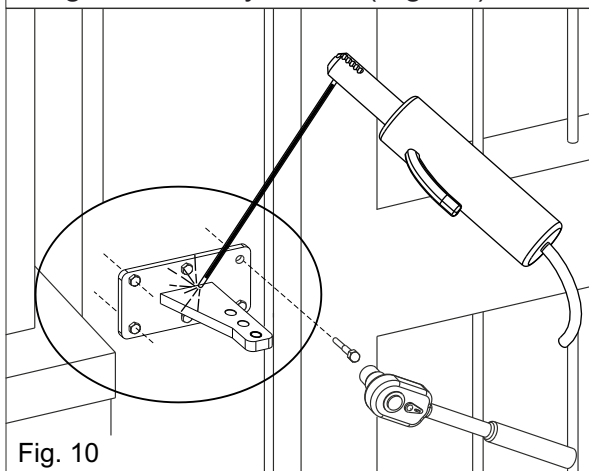

Fig. 10
- Posicionar el soporte en la cancela de manera que el operador quede perfectamente horizontal, luego atornillar y soldar (Fig. 10)